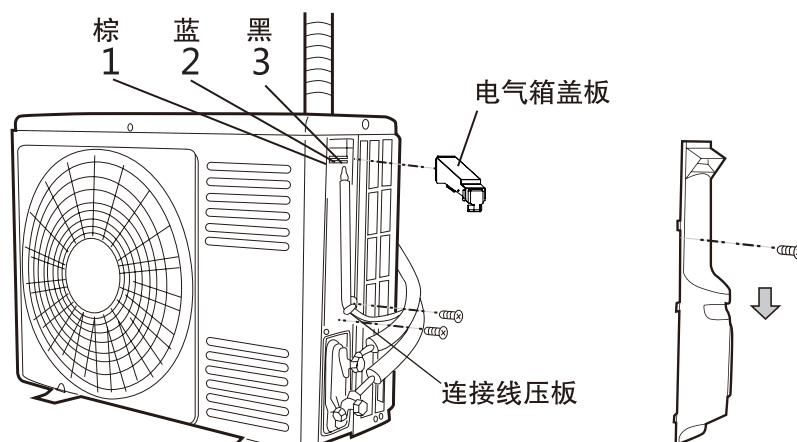

图25
- (1) 将电气箱盖板取下。
- (2) 将连接电缆分别按图25正确的牢固连接。（紧固力矩为8~15kgf.cm）
- (3) 必须将黄/绿线接至带有“”标志处的接地螺钉上。
- (4) 用连接线压板将连接电缆用螺钉紧固。
- (5) 完成接线后将电气箱盖板重新安装凸台卡扣位置。
- (6) 将边盖重新安装。